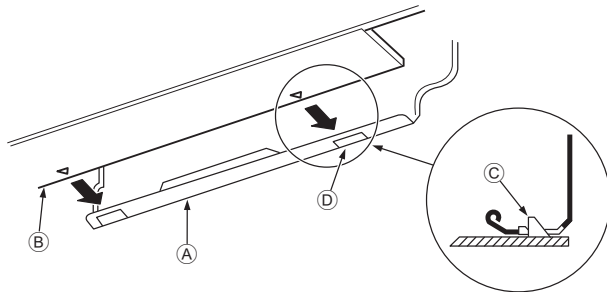

Fig. 3-15
3. Al introducir las tuberías de refrigerante y la manguera de drenaje en el orificio de penetración en la pared (manguito de penetración), cuelgue la parte superior de la unidad interior en la placa de montaje ①.
5. Fije la unidad en la placa de montaje ① empujando la parte inferior de la unidad. (Fig. 3-15)
- \* Asegúrese de que los tiradores de la parte inferior de la unidad interior estén bien enganchados en la placa de montaje ①.
- Ⓐ Placa de montaje ①